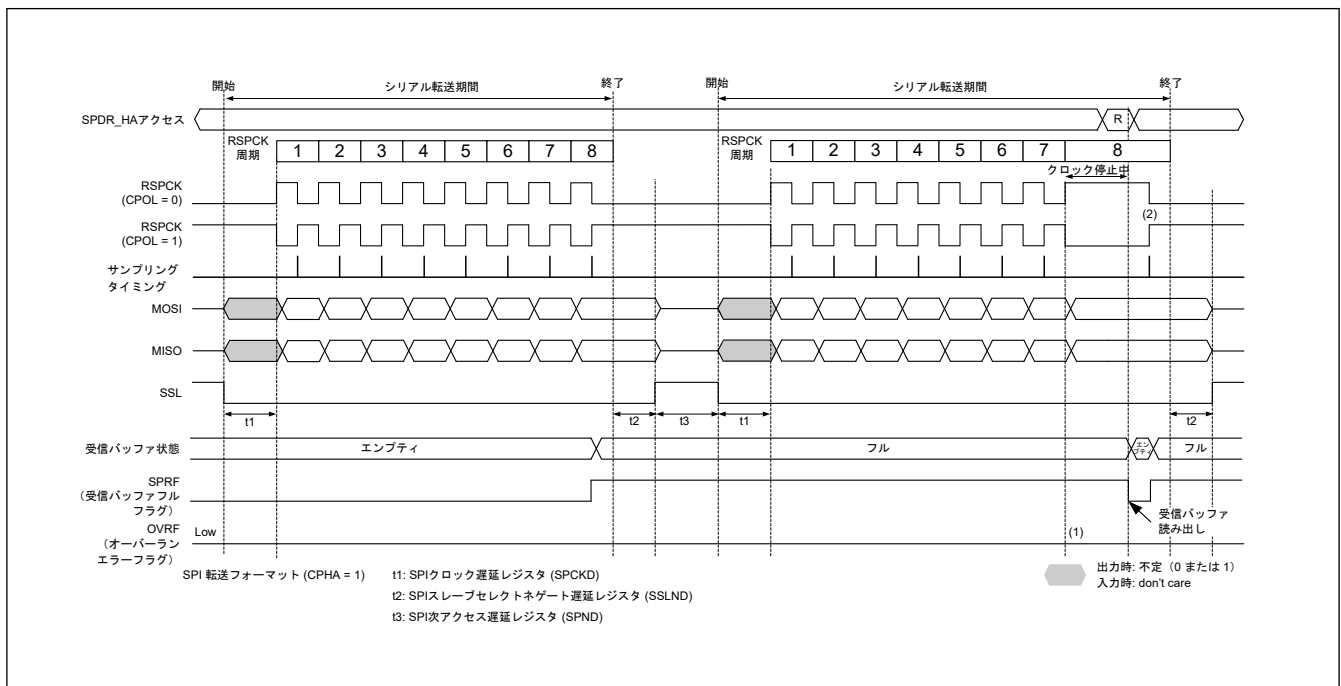
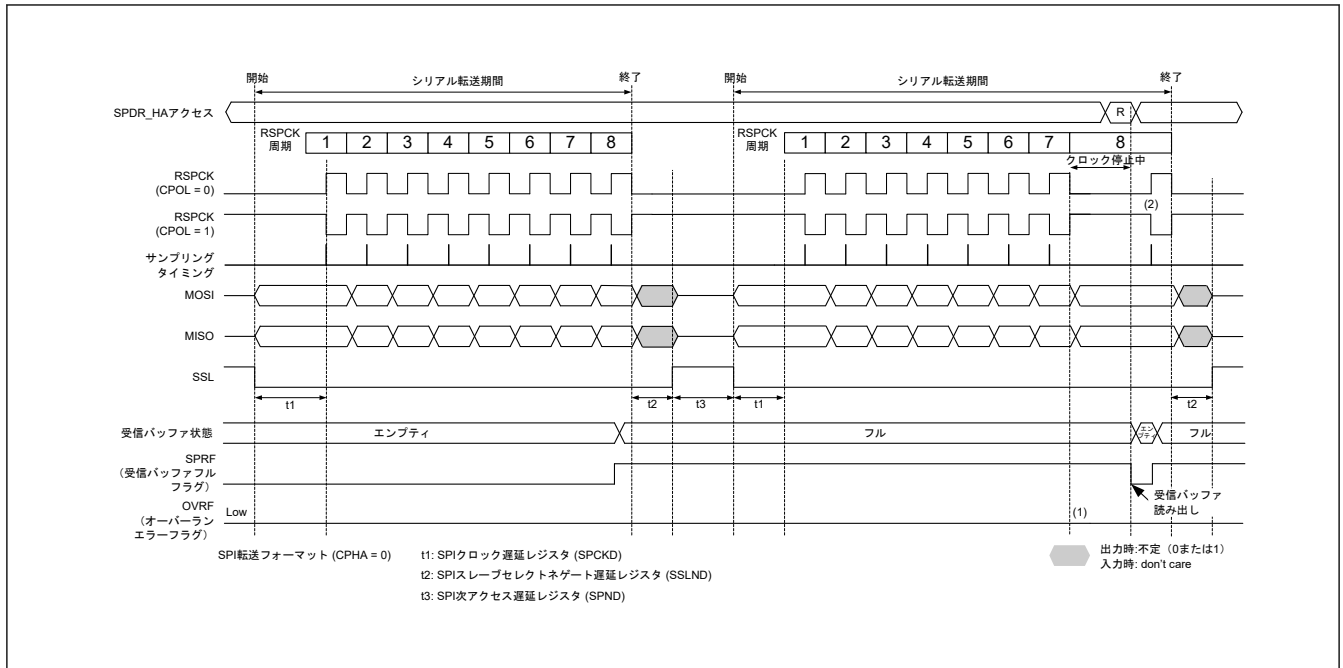

図 27.29 マスターモードの受信バッファフルの状態でのシリアル転送が継続するときのクロック停止波形 (CPHA = 1)
図 27.30 マスタモードの受信バッファフルの状態でのシリアル転送が継続するときのクロック停止波形 (CPHA = 0)
マスターモードで RSPCK 自動停止機能を有効 (SPCR2.SCKASE = 1) にした場合は、オーバーランエラーが発生しません。図 27.29 と図 27.30 に、マスターモード時の受信バッファフルの状態でのシリアル転送が継続するときのクロック停止波形を示します。
以下に、図 27.29 および図 27.30 の (1)、(2) に示したタイミングでのフラグ動作を説明します。